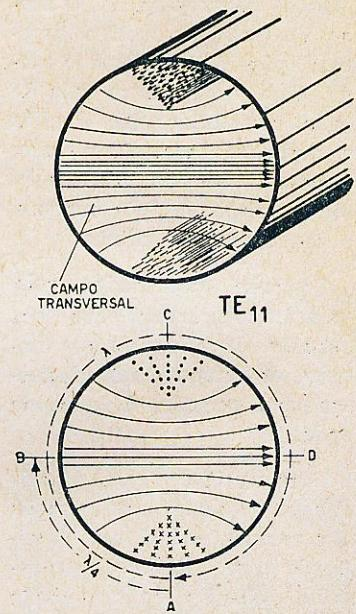

Figura 3
Assim, para determinar uma abreviação para a configuração ilustrada na figura 3, procedemos como segue: partindo do ponto A, percorrendo a circunferência, observamos o que sucede com as linhas do
campo e; inicialmente zero, atingem uma densidade máxima em B, decrescem até zero em C, aumentam novamente até um máximo de densidade em D e retornam ao zero inicial (A). Isto equivale a um ciclo completo. Portanto, o primeiro algarismo em coeficiente será 1. A seguir, percorremos o diâmetro A-C e observamos que as linhas do campo elétrico, inicialmente nulo junto às paredes, atingem apenas um máximo, no centro. Como o segundo algarismo indica o número de semi-ciclos, ele será igual a 1. Portanto, o modo de propagação ilustrado na figura 3 é abreviado como  $TE_{11}$  (para guia de onda circular).